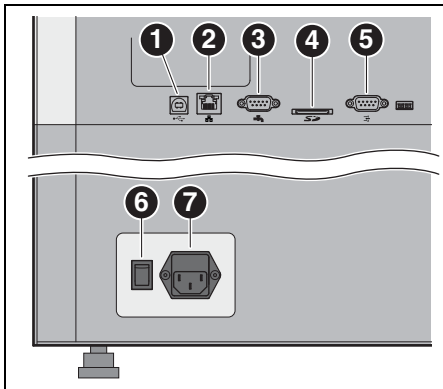
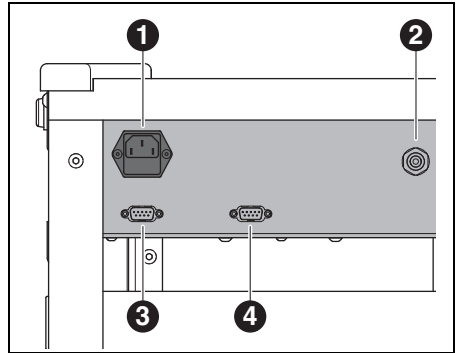

Bild 11 Schnittstellen an der Rückseite der Fräsmaschine
Bild 12 Schnittstellen an der Rückseite der Versorgungseinheit
- ▷ Die Steuerungsschnittstelle für die Versorgungseinheit an der Rückseite der Fräsmaschine ([3] in Bild 11) und an der Rückseite der Versorgungseinheit ([3] in Bild 12) mit dem Steuerungskabel verbinden.
- ▷ Das Steuerungskabel der Absaugung an die Steuerungsschnittstelle für Absaugung an der Rückseite der Versorgungseinheit ([4] in Bild 12) anschließen.
- ▷ Das Netzkabel an den Netzanschluss ([1] in Bild 12) der Versorgungseinheit sowie an eine Netzsteckdose anschließen.
- ▷ Die USB-Schnittstelle ([1] in Bild 11) der Fräsmaschine und eine freie USB-Buchse des PCs mit dem USB-Kabel verbinden.